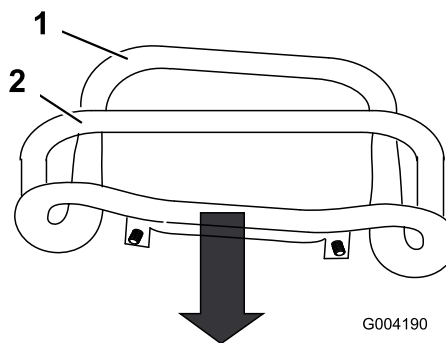

Figura 53
3. Puxe a direita no controlo de tração de modo a que a parte da frente do controlo entre em contacto com a barra de referência (Figura 53).